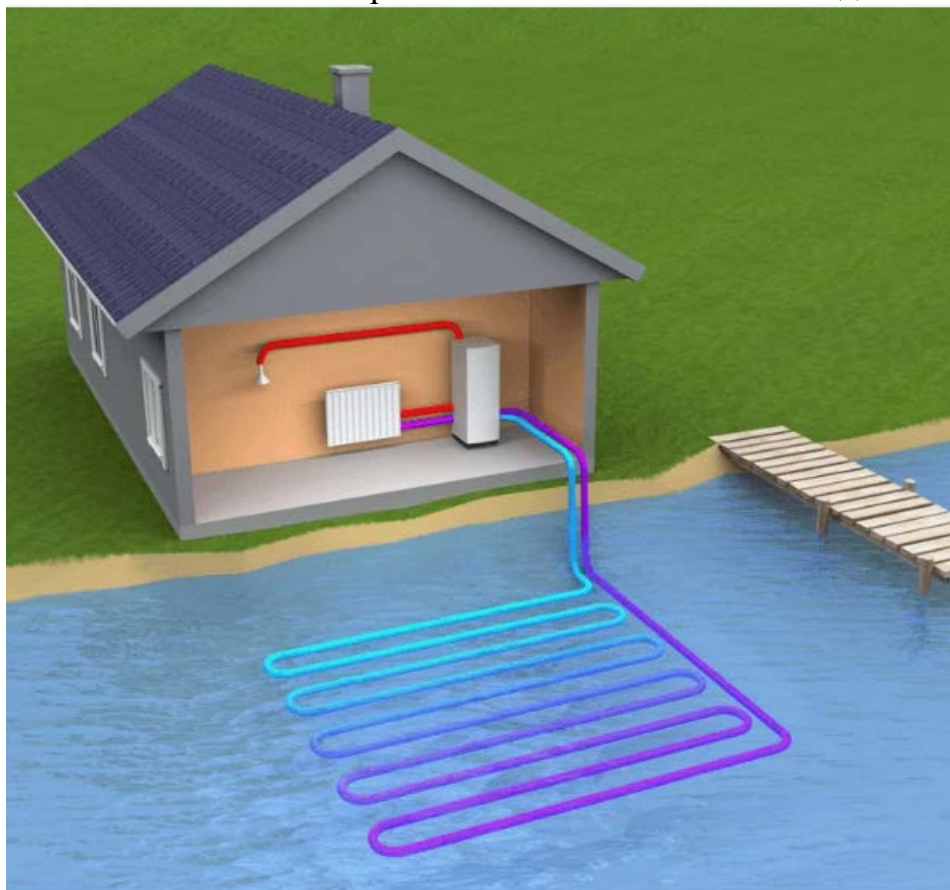

Рисунок 4 – Схема гидротермального теплового насоса [3]
- Гидротермальный тепловой насос (рис. 4). Данная установка имеет способность использовать тепло, находящиеся в воде и применяется в основном систем отопления или охлаждения. Рабочим телом является поверхностные воды рек, озер и т.д. Насос выкачивает воду из поверхностных источников и пропускает через теплообменник, где происходит передача теплоты хладагенту. После чего хладагент сжимается в компрессоре с дополнительным увеличением температуры. Затем сжатый хладагент отдает накопленное тепло системе отопления. Гидротермальный насос затрачивает малое количество энергии при достаточно большой выработке тепла. Однако этот насос находится в большой зависимости от расположения ближайших водных источников.